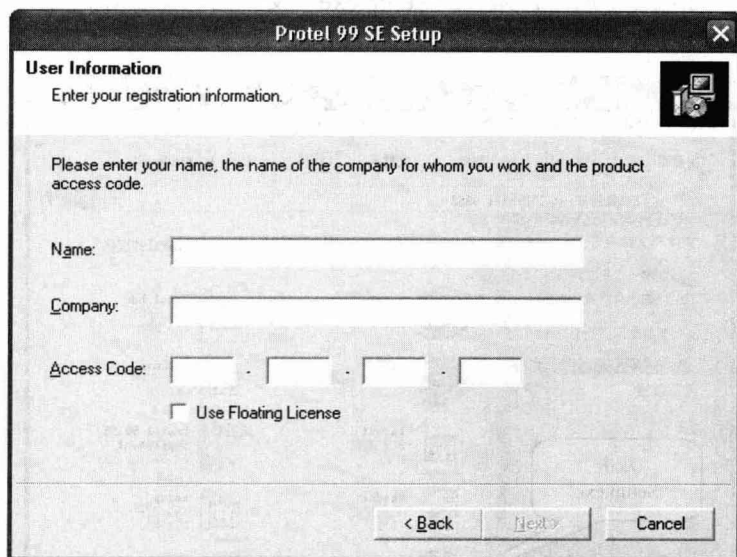

图 1-3 用户信息、序列号输入对话框
(2) 在欢迎安装对话框中，单击“Next”按钮，显示如图 1-3 所示的用户信息、序列号输入对话框。